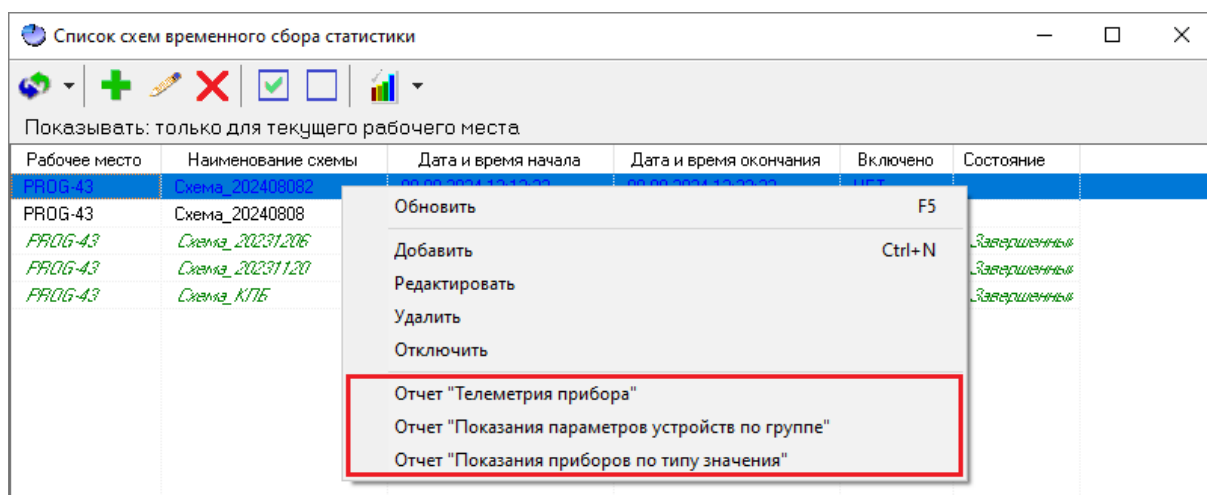

Рисунок 12-157 Варианты отчетов в контекстном меню области списка схем
- либо вызовите контекстное меню области списка схем и выберите в нем необходимый вариант отчета (см. Рисунок 12-157).